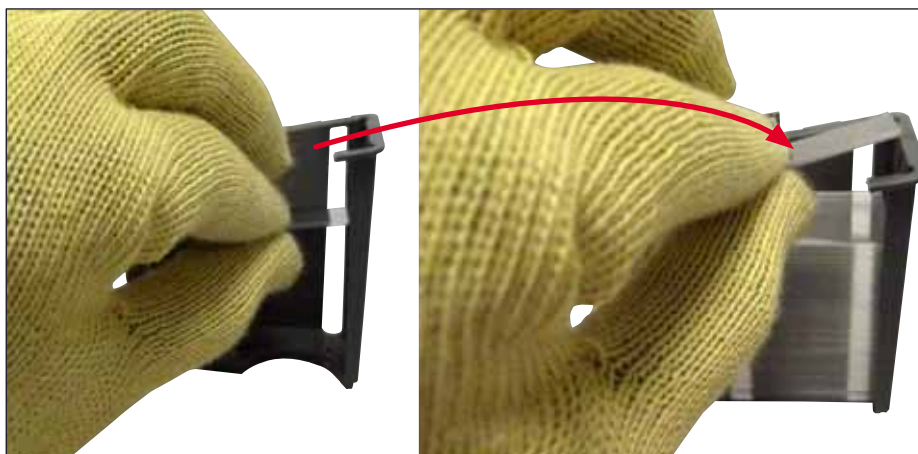

Fig. 64
- Påse at dekkglasset settes riktig inn i magasinet (→ Fig. 64).